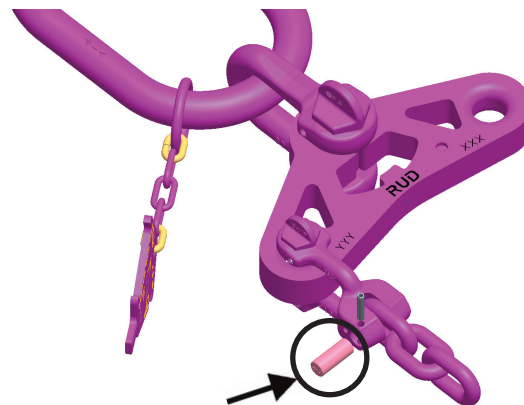

Fig. 5 : Insérez l'axe de connexion VIP-G
3. Insérez l'axe de connexion VIP-G (fig. 5).